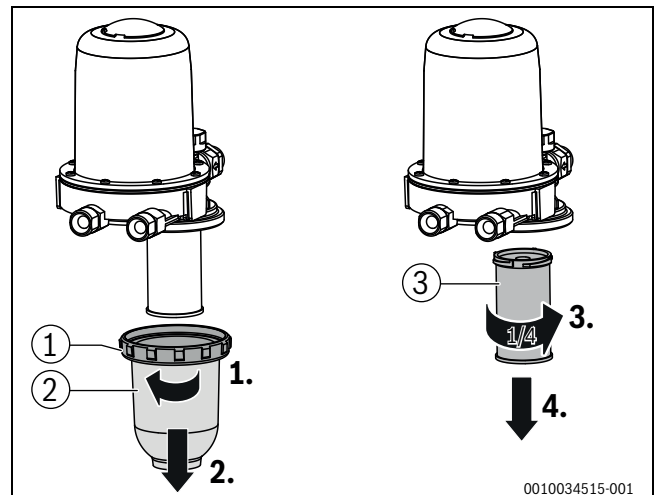

Bild 73 Filtertasse entfernen
- Überwurfmutter (→Bild 73[1]) entfernen.
- Filtertasse (→Bild 73, [2]) abnehmen.
- Ölfiltereinsatz (→Bild 73, [3]) mit einer Viertel-Umdrehung gegen den Uhrzeigersinn lösen.
- ▶ Ölfiltereinsatz (→Bild 73, [3]) ansetzen und mit einer Viertel-Umdrehung im Uhrzeigersinn befestigen.
- ▶ Filtertasse mit Überwurfmutter (→Bild 73, [1] und [2]) montieren.